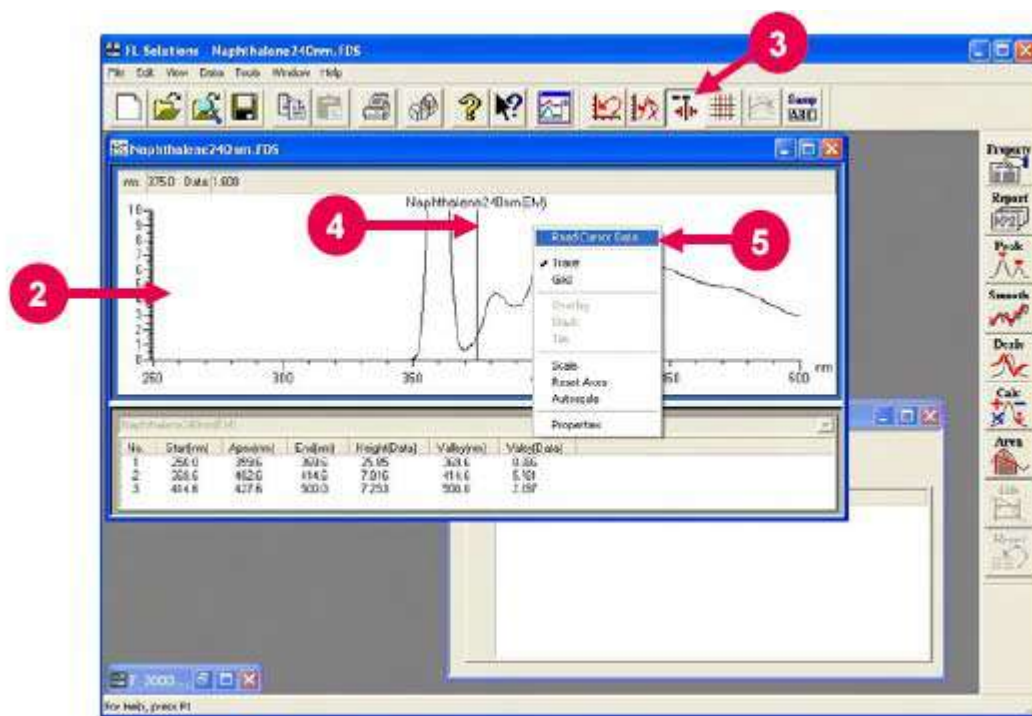

Рис. 7-58
(4) Нажмите окно отображения спектра. (Смотрите (2) на рис. 7-58).
- (5) Нажмите кнопку  (курсор построения) на панели инструментов «Спектр». (Смотрите (3) на рис. 7-58). На спектре появится курсор построения. (Смотрите (4) на рис. 7-58).
- (6) Поместите курсор построения на спектр и нажмите правую кнопку. Появится контекстное меню. Выберите команду «Чтение данных курсора» (Read Cursor Data) из контекстного меню (смотрите (5) на рис. 7-58), при этом длина волны и фотометрическое значение будут считаны в окне «Чтение данных».